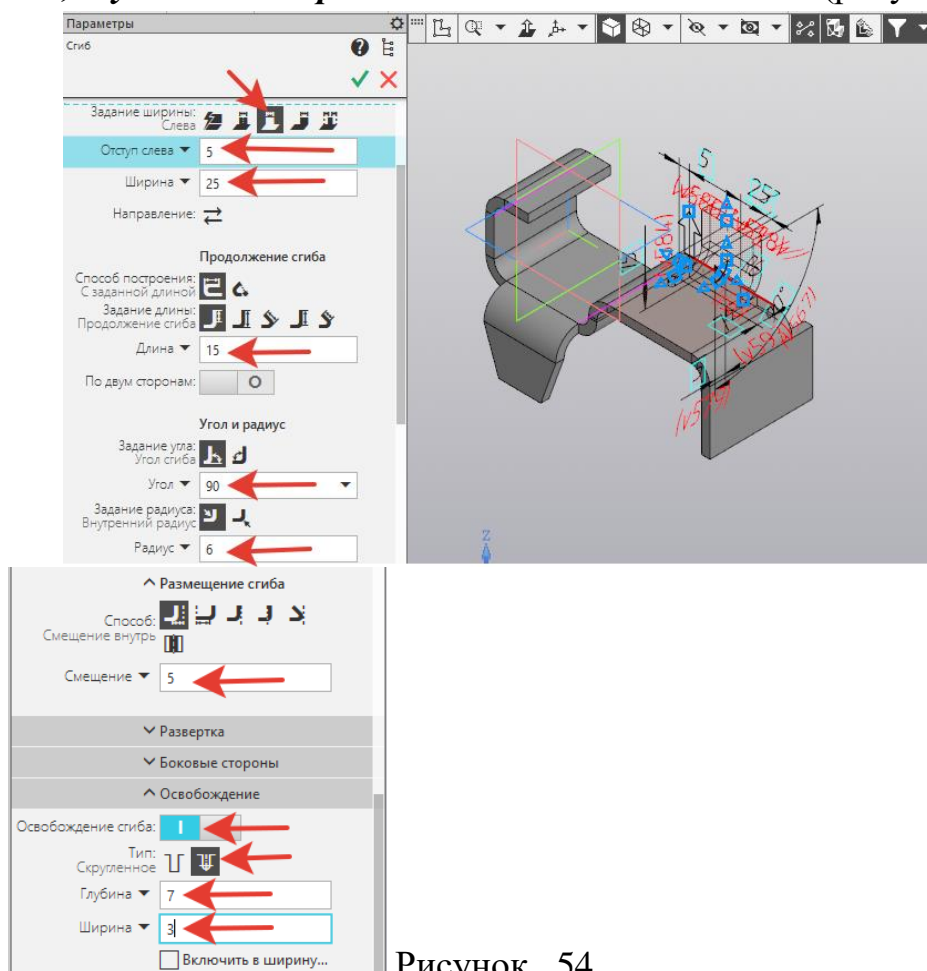

Рисунок 54.
19. В панели *Параметры* задать: *Отступ слева* – 5. *Ширина* – 25, *Длина* - 15, *Угол* – 90, *Радиус* – 6. Открыть расширение *Размещение сгиба* – *Смещение внутрь* – 5. Открыть расширение *Освобождение* – *Тип* -  *Скругленное*, *глубина* 7. *Ширина* – 3. *Создать объект*  (рисунок 54).